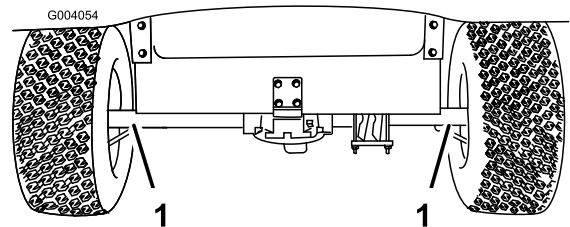
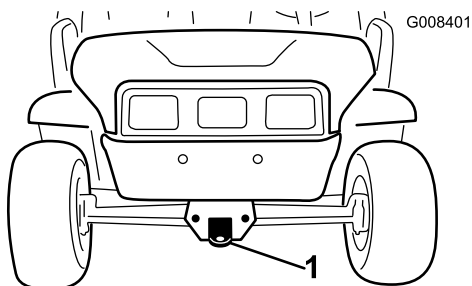

図 21
図 22
長距離を運ぶ場合にはトレーラを使用してください。必ず確実に固定して輸送してください。ロープ掛けのポイントについては図 21 と 図 22 を参照してください。
2. 前フレームのトングにロープなどの牽引索を取り付ける（図 22）。